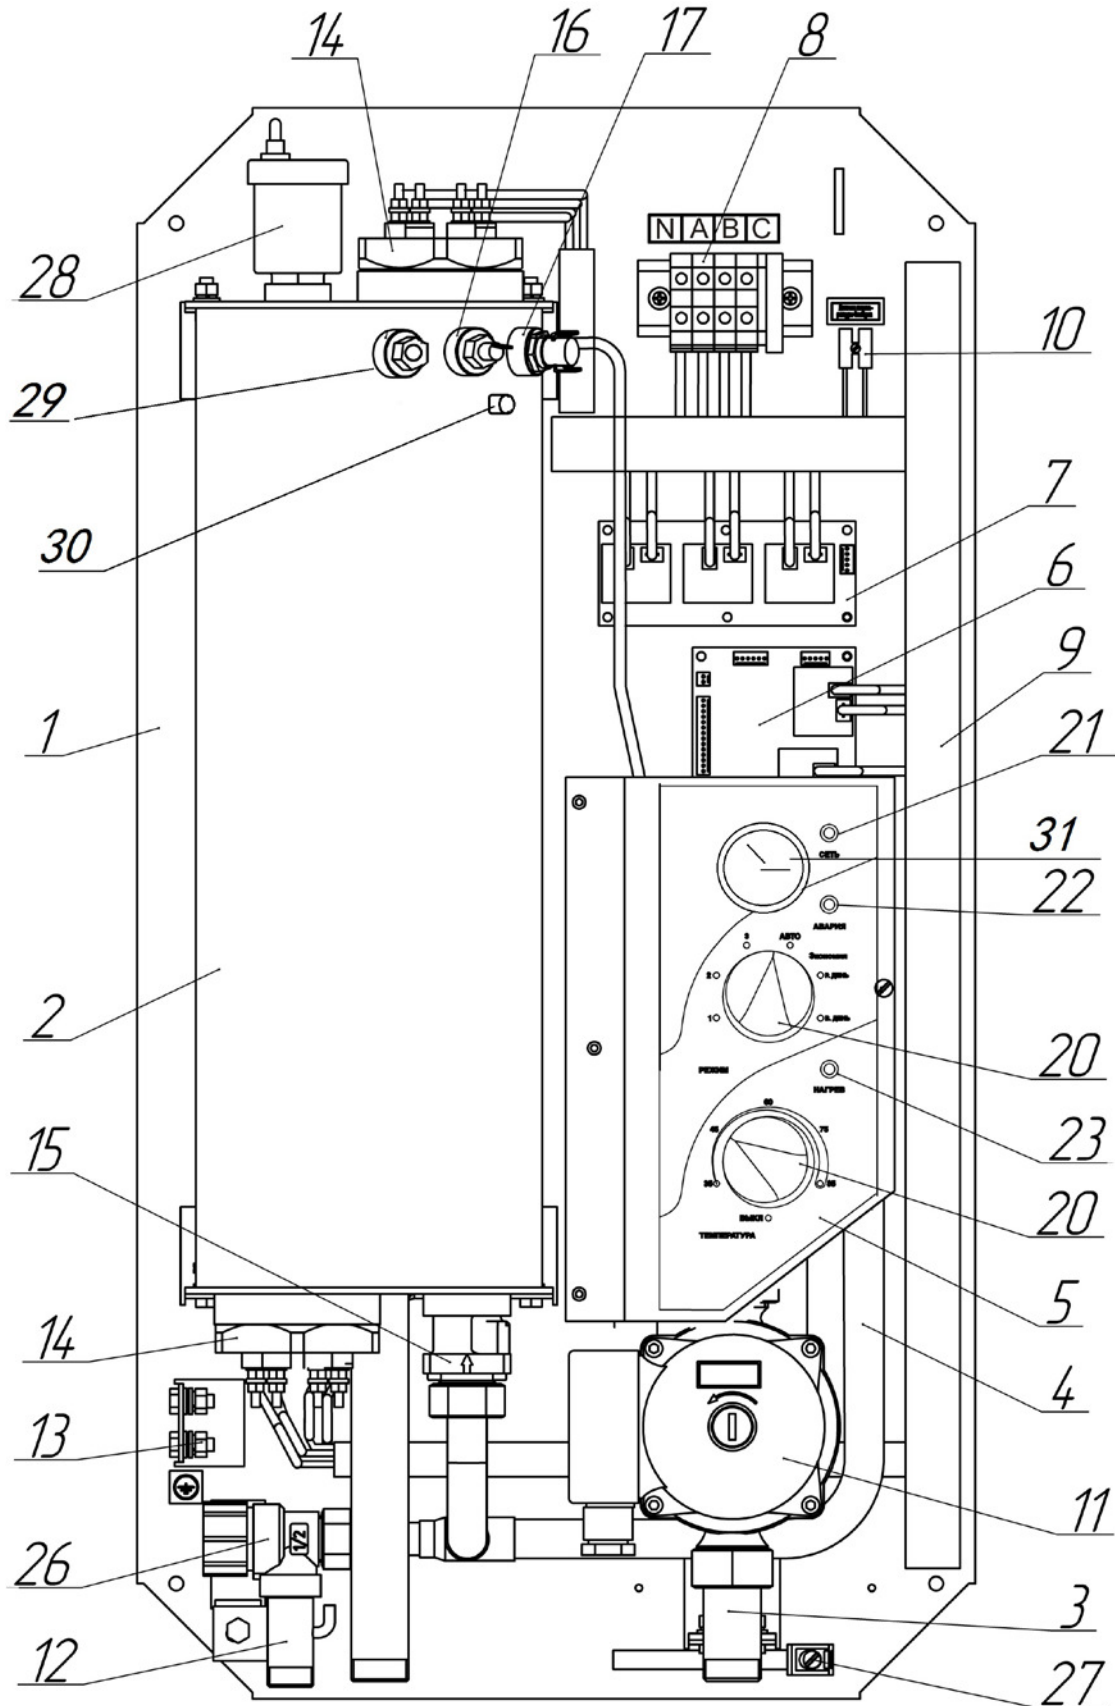

Рис. 1 Схема внешнего вида приборов ЭПН-01НМ-XX и ЭПН-02НМ-XX (со снятым кожухом)
4.1 Схемы внешнего вида приборов ЭПН-01НМ-XX (ЭПН-02НМ-XX) и ЭПН-02М - XX со снятыми кожухами показаны на рис.1 и рис. 2 соответственно.
4.1.1 Описание основных составляющих приборов ЭПН-01НМ-ХХ, ЭПН-02НМ-ХХ (рис. 1).
4.4. Принцип действия прибора основан на преобразовании электрической энергии в тепловую с помощью трубчатых электронагревателей – ТЭНов, которые конструктивно исполнены в виде блоков (14) (рис.1, 2). Электрически ТЭНы разбиты на 3 группы – ступени мощности, каждая из которых составляет 1/3 номинальной мощности котла. Это позволяет осуществлять нагрев теплоносителя на 1/3, на 2/3 или на полной мощности прибора. Для стабилизации температуры теплоносителя на заданном уровне, который называется пороговым, система управления подключает или отключает ступени мощности в соответствии с текущими параметрами и заданной программой работы.
В ручных режимах котел может работать под управлением внешнего датчика температуры воздуха (комнатного термостата), который подключается к клеммной колодке "Датчик температуры воздуха" (10) на рис.1, 2), замыкание контактов термостата приводит к выключению нагрева независимо от текущей температуры теплоносителя. При размыкании контактов восстанавливается штатная работа заданного ручного режима.
4.5.5. При подключении к прибору (к клеммной колодке "**Датчик температуры воздуха**") (10) на рис. 1, 2) датчика температуры воздуха (комнатного термостата) или программируемого регулятора температуры воздуха управление прибора автоматически переключается на совместную работу с этим устройством, при условии, что задан один из трех ручных режимов (см. пп. 7.2.8., 7.2.9.).
6.1.1. Приборы ЭПН-01НМ(02М)(02НМ) -ХХ должны подключаться к трехфазной электрической сети переменного тока частотой 50Гц, напряжением 380В с глухо заземленной нейтралью. Кроме того, приборы ЭПН-01НМ(02М)(02НМ) мощностью 5,1 кВт и 7,5 кВт могут подключаться к однофазной электрической сети переменного тока частотой 50 Гц, напряжением 220В, для этого на блоке зажимов (8) (рис. 1, 2) необходимо соединить все три фазы А, В, и С перемычками соответствующего сечения (см. табл. 3).